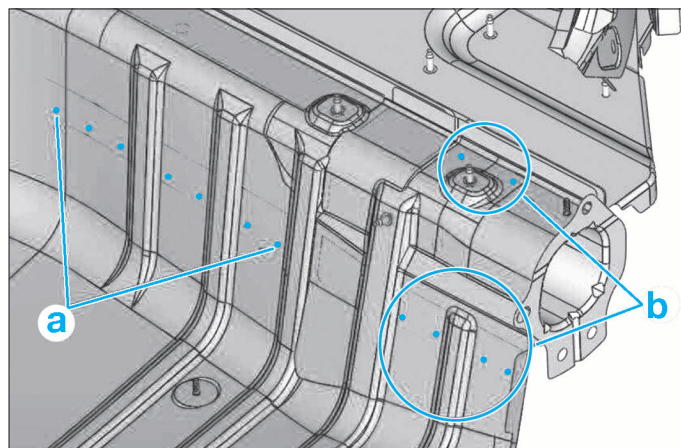

FIG. 105
- Fraiser (Fig.105) :
- (a) par bouchonnage au Mig (Fig.105).